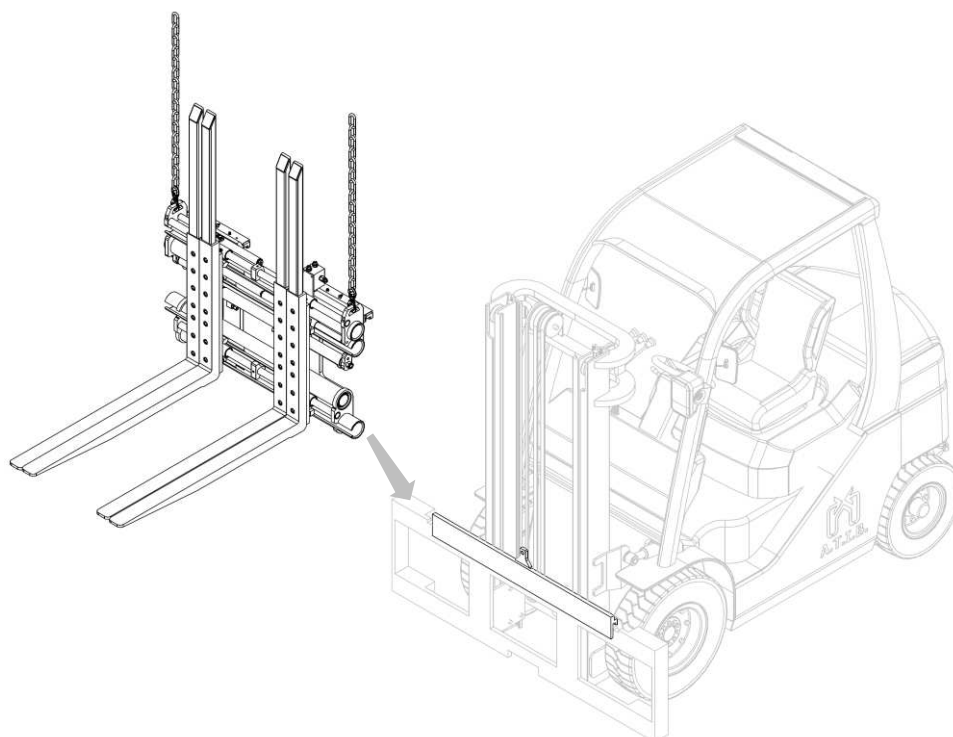

Figura 5
9. Agganciare quindi l'attrezzatura dai punti presa superiori e con un carroponete o un paranco di portata sufficiente posizionarla sul doppio gancio, avendo cura di posizionarla in modo corretto (vedi Figura 5).